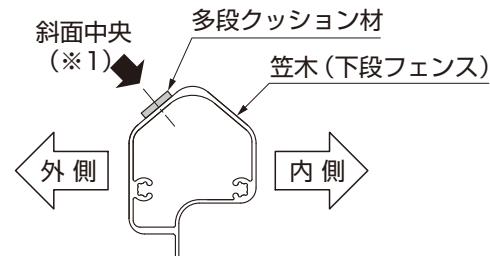

図2-6
●多段クッション材を斜面の端に貼付けたり、曲がって貼付けると意匠や機能上に不具合が生じます。中央部をまっすぐに貼付けるようしてください。 (※1) (図2-6参照)
- ①下段フェンス本体をコーナー枠に【7-2】で取付けてください。
- ②多段クッション材を笠木の斜面中央に貼付けてください。 (図2-6参照)
- ③上段フェンス本体をコーナー枠に【7-2】で固定してください。
- ④コーナー枠キャップをコーナー枠に【7-1】で固定してください。